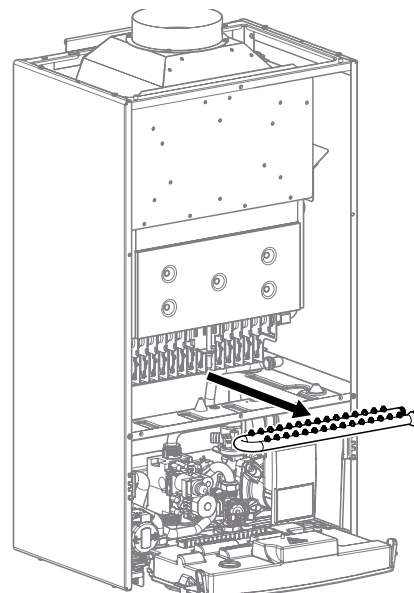

Fig. 21 Collecteur gaz
- Enlever le collecteur du brûleur et le remplacer avec celui correspondant au nouveau type de gaz (voir Fig. 21 Collecteur gaz).